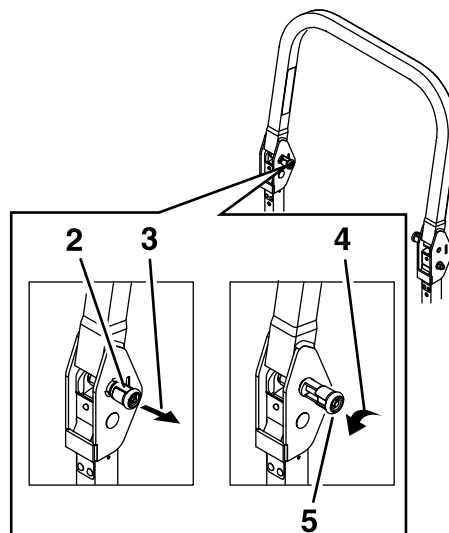

Рисунок 8
2. Витягніть обидва руків'я і поверніть їх на 90 градусів таким чином, щоб вони вийшли з зачеплення (Рисунок 8).
3. Опустіть трубчастий каркас в нижнє положення (Рисунок 8).